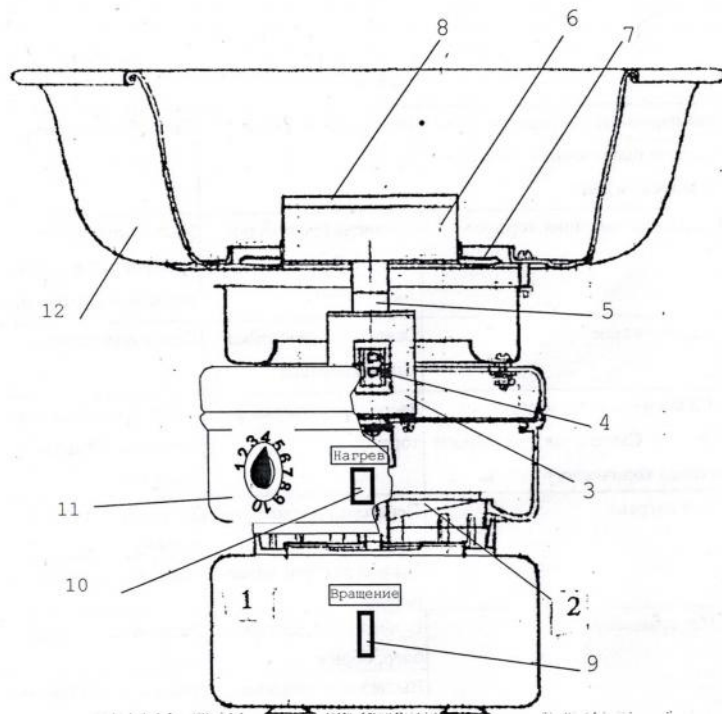

Рисунок 1
4.2. Внешний вид аппарата показан на рис. 1. В корпусе 1 (рис. 1) расположен электродвигатель с крыльчаткой 2; к корпусу крепится единый электромеханический блок, состоящий из ступицы 3 с электрощетками 4, вала 5, ротора 6 с нагревателем, лопастями 7 и крышкой 8.
(Внешний вид может незначительно отличаться от приведенного на рис. 1 ввиду изменений, улучшающих эксплуатационные характеристики аппарата.)